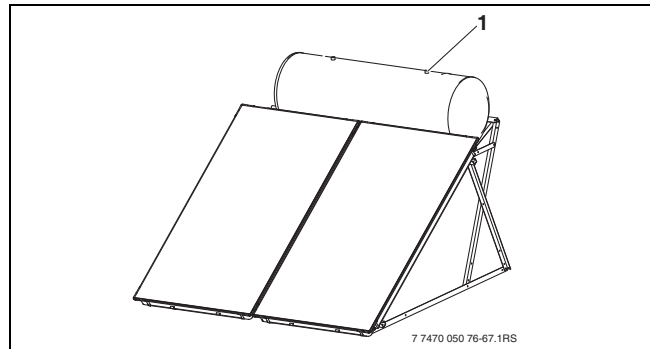

Fig. 81 Llenado de la instalación
- ▶ Llenar el acumulador con el líquido solar por arriba (Fig. 81, [1]), hasta que salga por el tubo de alimentación.